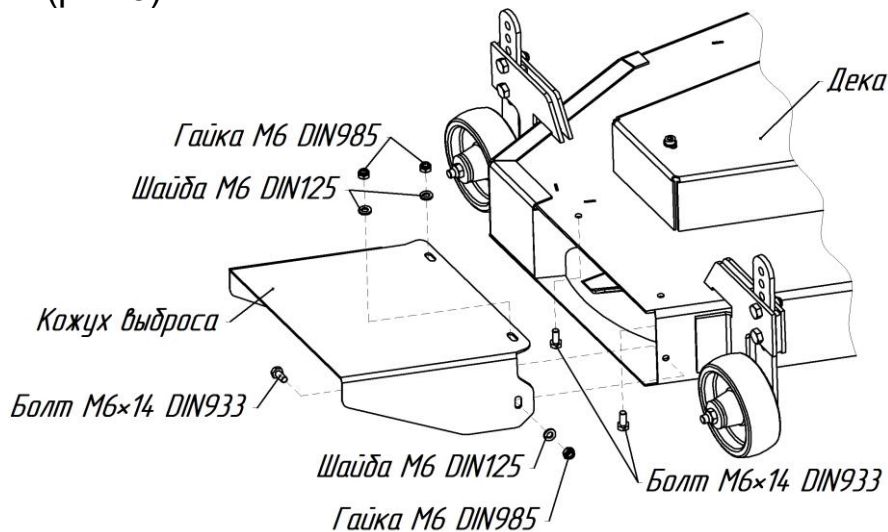

Рис.3. Установка кожуха выброса на деку.
1. Установите кожух выброса на деку и зафиксируйте его болтами, шайбами и гайками (рис.3).